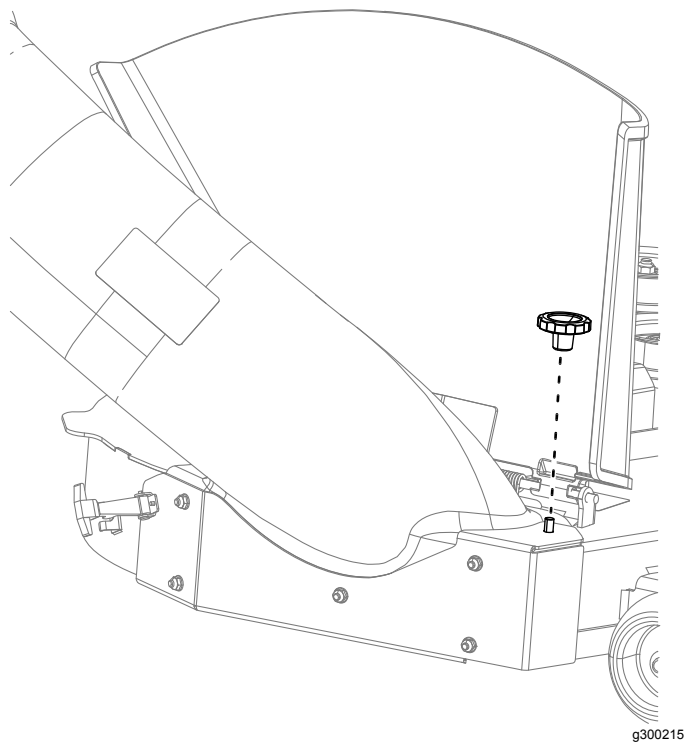

Figura 19
2. Montate il nuovo deflettore di scarico del sistema di raccolta sul piatto di taglio nella stessa posizione sul piatto di taglio del deflettore rimosso in precedenza (Figura 19).
5. Montate il deflettore anteriore sulla parte anteriore del piatto di taglio utilizzando un dado (5/16") e un bullone a testa tonda, come illustrato nella Figura 19.
6. Fissate il camino di scarico al piatto di taglio con la manopola (Figura 19).
7. Serrate a mano la manopola per fissare il camino di scarico al piatto di taglio (Figura 19).